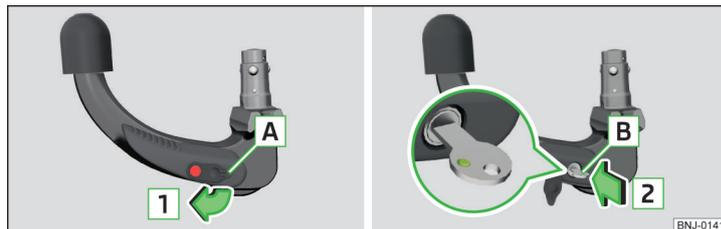

Fig. 151 Retire la tapa de la cerradura/introduzca la llave en la cerradura
- Extraiga la tapa **A** de la cerradura en el sentido de la flecha **1** » fig. 151.